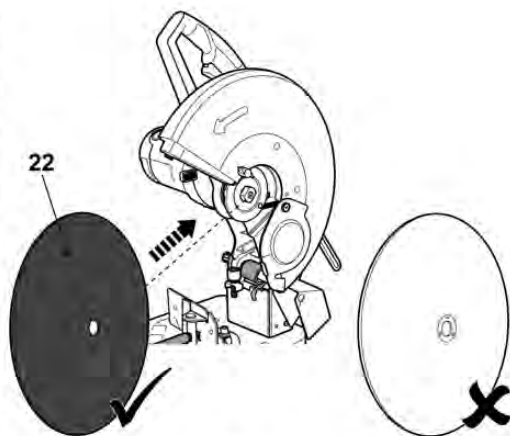

Fig. 13
- > Eliberați butonul de blocare arbore (7) și deschideți apărătoarea inferioară (6) complet. Țineți-o în poziție.
- > Îndepărtați discul de tăiere (22) și înlocuiți-l cu unul nou (Fig. 13). Eliberați cu grijă apărătoarea inferioară (6) după aceea.
NOTĂ: Instalați discul de tăiere cu inelul interior de metal orientat spre arbore și nu înspre exterior (Fig. 13).